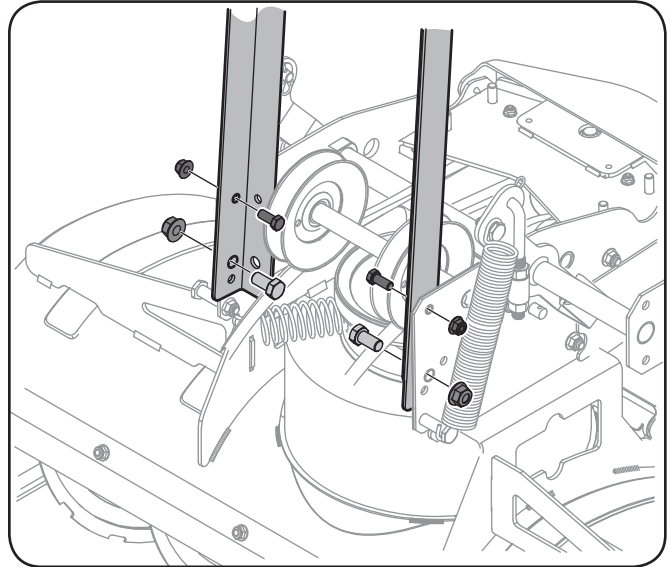
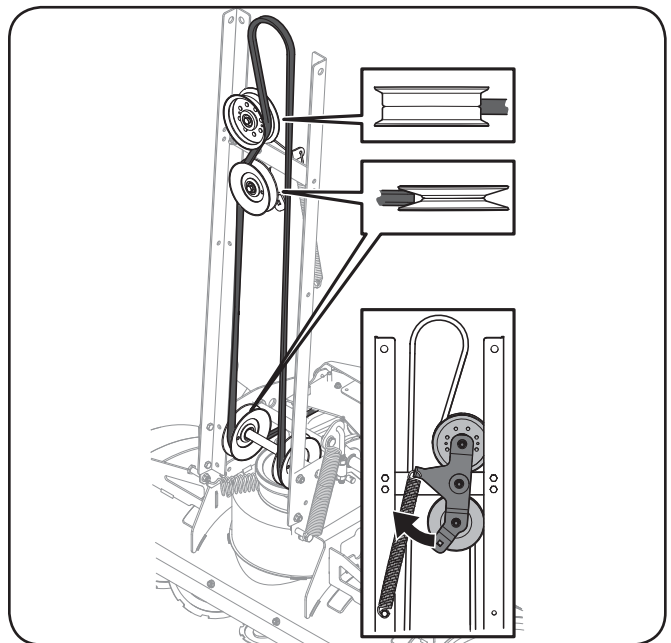

Figure 3-12
Figure 3-13
1. Faites pivoter le boîtier des tarières vers le haut et vers l'avant jusqu'à ce que la face avant supérieure du boîtier repose sur le sol. Voir Figure 3-13 et Figure 3-12.
2. Installez les rails du châssis sur le boîtier des tarières. Pour ce faire, utilisez deux clés de $\frac{5}{16}$ " pour visser les petits boulons arrière et les écrous autobloquants à bride et deux clés de $\frac{3}{4}$ " pour les gros boulons avant et les écrous autobloquants à bride. Voir Figure 3-12.
3. Installez la courroie des tarières autour des poulies de tension de l'ensemble de rails. Voir Figure 3-13.